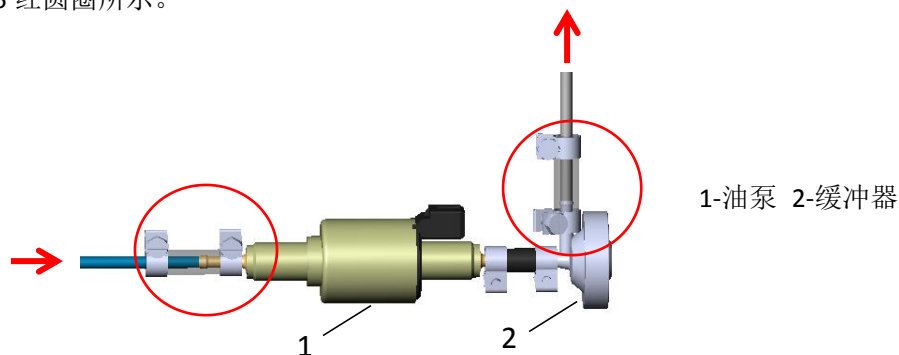

图 5
- 带缓冲器的油泵必须水平安装，并且缓冲器的出油端不能低于油泵的进油端。如图 5 红箭头所示。
- 油管接头内的输油管必须用利刀削平，并且输油管与吸油管、燃油滤清器、油泵、缓冲器、油路单阀之间、主机上进油管（金属）之间不能有间隙。以带缓冲器的油泵为例。如图 5 红圆圈所示。